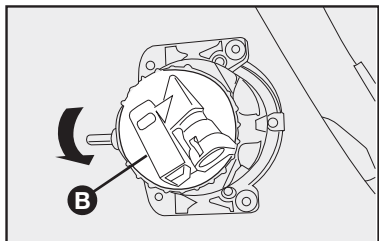

fig. 43
2) girar a tampa **B-fig. 43** no sentido anti-horário;